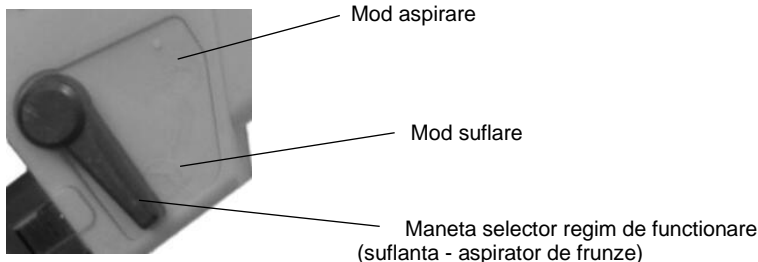

Fig.7
Selectati functia de suflare cu ajutorul manetei de selectie de pe partea laterala a mașinii (Fig.7) si porniti functionarea produsului apasand comutatorul (8). Suflarea frunzelor se poate realiza atat la nivelul solului (cu ajutorul rotilor) cat si prin sustinerea diuzei deasupra solului, prin rotirea uneltei in lateral, deplasandu-va in fata si directionand diuza la frunzele ce trebuie suflate. Suflati resturile intr-o gramada convenabila, apoi utilizati functia de aspirare pentru colectare.
Selectați funcția de aspirare cu ajutorul manetei de selecție de pe partea laterală a mașinii (fig.7) și porniți funcționarea produsului apăsând comutatorul (8). Aspirarea frunzelor se poate realiza la nivelul solului (cu ajutorul roților) prin rotirea unelei în lateral, deplasându-vă în față și direcționând duza la resturile care trebuie colectate.